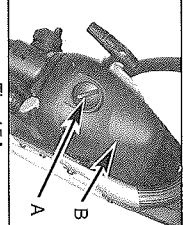

Fig. 15A
1. Retirez le bouchon (A) en maintenant le filtre à air en place, retirez le couvercle supérieur (B) en relâchant le couvercle retenu par les vis. Le couvercle se soulèvera. (Fig. 15A)